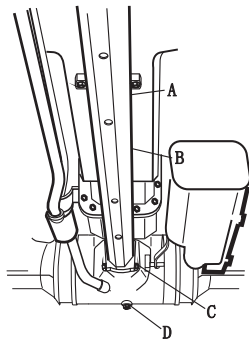

图 5-28 传动箱壳体
更换润滑油时(见图5-28及图5-29),卸掉螺塞“①、②、③、④”和⑤,放尽脏油,加入柴油或煤油清洗传动箱内腔,然后将螺塞全部拧紧,加注新机油。